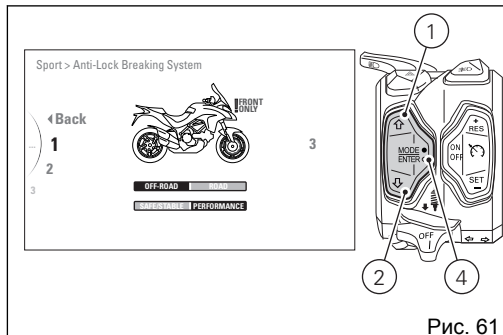
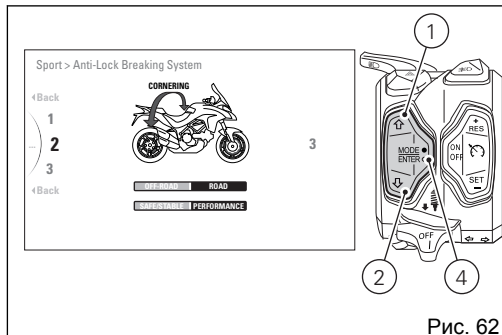

Рис. 61
Рис. 62
Посредством кнопок (1) и (2) выберите новый уровень срабатывания. Для каждого выделенного уровня на черном фоне будет показано соответствующее ему значение в центральной таблице. Кроме того, указывается уровень срабатывания тормозной системы голубым цветом: надпись «**!FRONT ONLY**» (Рис. 61) только для переднего активного тормоза, надпись «**CORNERING**» (Рис. 62) для активной функции Cornering.